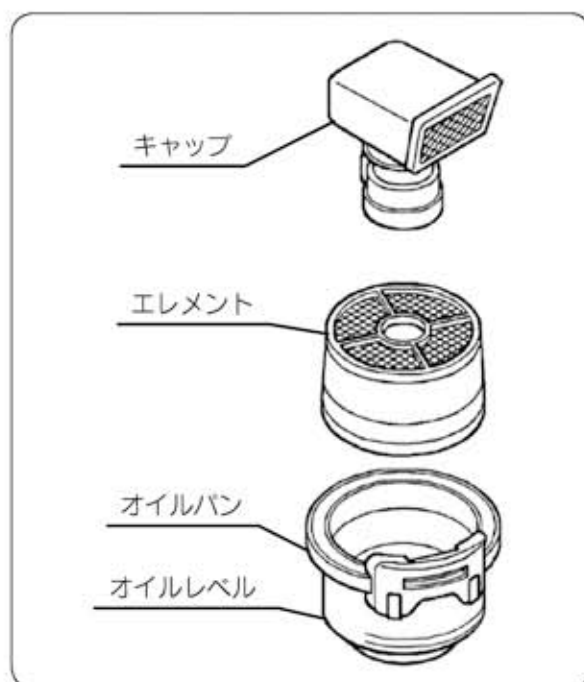

図37
② オイルが不足しているときは、オイルレベルまで補充してください。汚れがひどいときにはオイルパン・エレメントとも白灯油で洗浄しエレメントはエンジンオイルに浸し滴下しない程度に振り切ってください。(図37)
③ オイルパンはよく洗浄し、新しいエンジンオイル(SC級以上)をレベルまで入れてください。(図37)